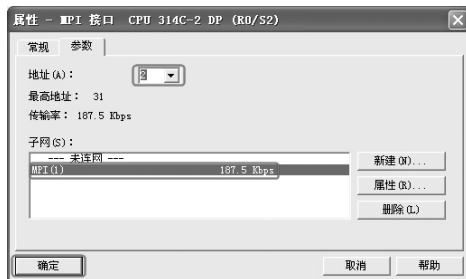

图 8-21 设置主站的 MPI 通信参数
3) 设置主站的 MPI 通信参数。先选定 MPI 的通信波特率为默认的“187.5 Kbps”，再选定主站的 MPI 地址为“2”，然后单击“确定”按钮，如图 8-21 所示。最后编译保存和下载硬件组态，在此不再重复叙述。